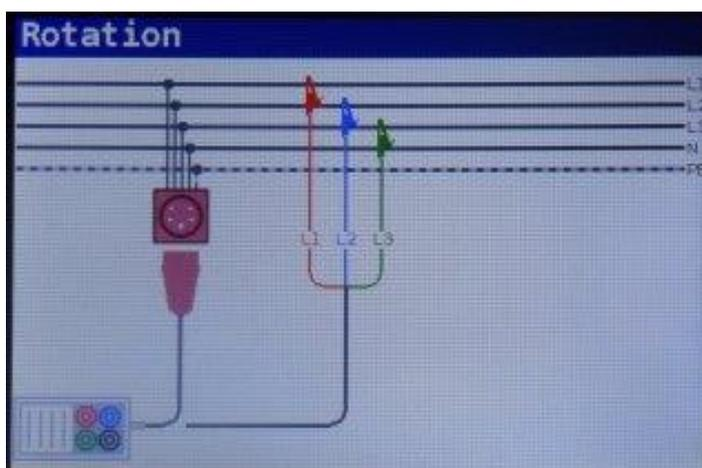

Figura 5-41: Conexión del cable de prueba universal y del cable trifásico opcional
**Paso 2** Conecte el cable de prueba al instrumento PCE-ITE 55 SERIES y siga el diagrama de conexión mostrado en la figura 5.41 para probar la secuencia de fases.